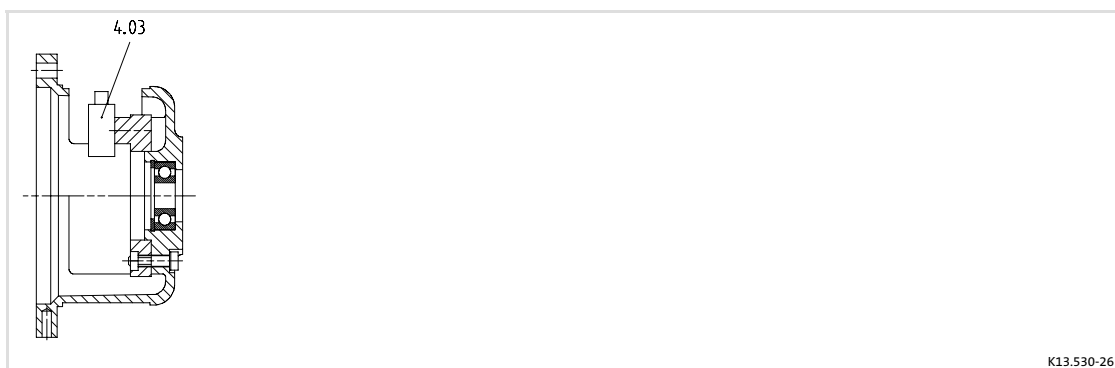

Fig. 13
4. Enlever les balais de charbon (voir Fig. 13) des orifices des glissières.